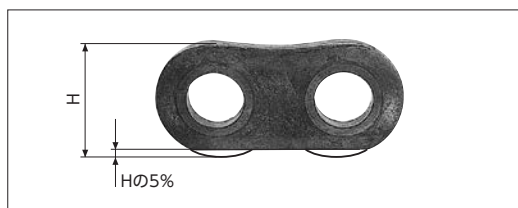

図26. プレート端面の摩耗
- 2-3. プレートの端面がガイドなど、接触箇所との摺動によって摩耗しているときは、据付状態を修正してください。このときの摩耗限界は、プレート高さの5%までとします。(図26)